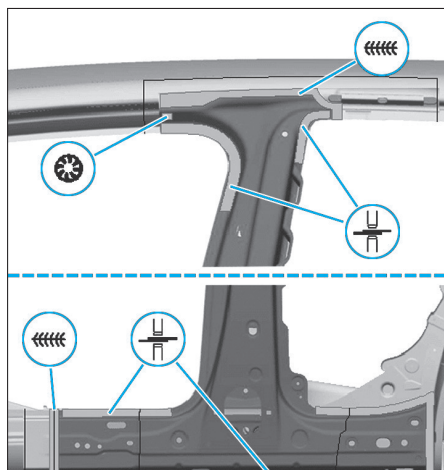

FIG. 73
- Souder le renfort de montant B à la pointeuse électrique (Fig.73).